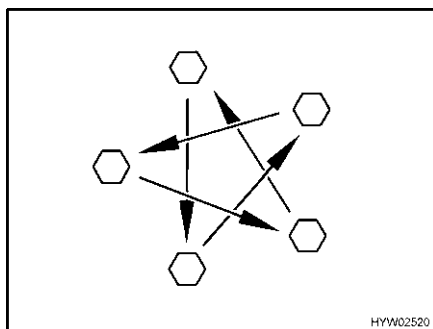

Fig. 203 Serrare a croce i dadi o i bulloni delle ruote
- Controllare regolarmente il serraggio dei dadi o dei bulloni. Regolare a croce (Fig. 203) il serraggio dei dadi o dei bulloni di una ruota sostituita dopo circa 50 km.
- ▷ Serrare a croce i dadi o i bulloni delle ruote (Fig. 203).